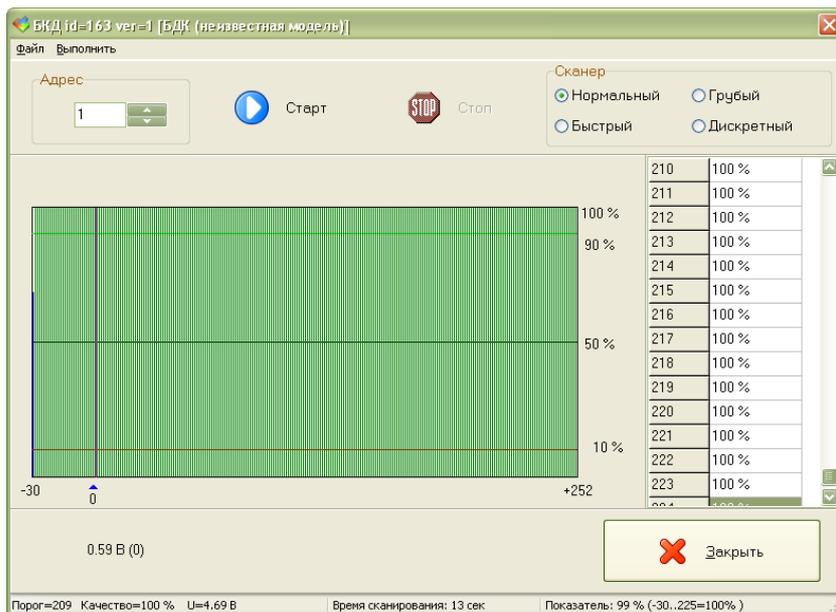

Рисунок 16 - Проверка качества связи
Подготовить ПЭВМ к работе и загрузить программу RASOS. Произвести подключение к БКД-М. Для этого выполнить поиск БКД-М командой «Поиск БКД» в меню «БКД». Откроется окно автоматического поиска (рисунок 16). Проверить занесение найденного БКД-М в таблицу.
- 3) В окне поиска выбрать найденный БДК-БУУП и нажать кнопку «Сканер». Проверить качество связи между БКД-М и БДК-БУУП (рисунок 16): установить режим сканера «Нормальный» и нажать кнопку «Старт». Качество связи должно быть не менее 99% на всем диапазоне порогов приема БКД-М.